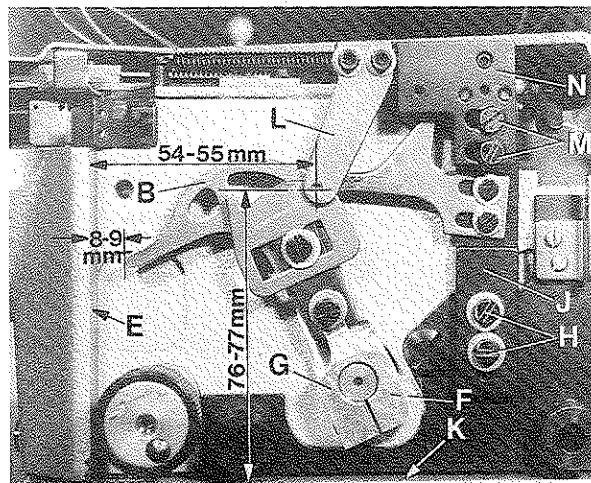

Fig.21
- Turn handwheel until the take-up cams (B, Fig. 21) are at their extreme position to the left. In this position, the distance between the tips of the take-up cams (B) and the edge (E) of the bed casting should be 8 to 9 mm (5/16 to 23/64 in.) (see Fig. 21). For setting loosen screw (F) and adjust rocker (G) accordingly. Retighten screw (F).
- Loosen the two screws (H, Fig. 21) and set the cast-off bracket (J) so that the distance between top surface (K) of the bed base plate and the center of the eyelet in thread guide (L) is 76 to 77 mm (3 to 3 1/32 in.) (see Fig. 21). Retighten screws (H).
- Loosen the two screws (M, Fig. 21) and move thread guide holder (N) to the right or left until the distance between edge (E) of bed casting and the center of the eyelet in thread guide (L) is 54 to 55 mm (2 1/8 to 2 11/64 in.) (see Fig. 21). Retighten screws (M).
- Drehen Sie am Handrad bis die Abzugskurven (B, Fig. 21) in ihrer linken Endstellung sind. In dieser Stellung soll zwischen den Spitzen der Abzugskurven (B) und der Kante (E) am Gehäuseguß ein Abstand von 8 bis 9 mm sein (siehe Fig. 21). Lösen Sie zur Einstellung die Schraube (F) und justieren Sie den Schwinghebel (G) entsprechend. Ziehen Sie die Schraube (F) wieder an.
- Lösen Sie die beiden Schrauben (H, Fig. 21) und stellen Sie den Halter für Abzug (J) so, daß zwischen Oberfläche (K) der Gehäuse-Grundplatte und Mitte Öse der Fadenführung (L) ein Abstand von 76 bis 77 mm ist (siehe Fig. 21). Ziehen Sie die Schrauben (H) wieder an.
- Lösen Sie die beiden Schrauben (M, Fig. 21) und schieben Sie den Halter für Fadenführungen (N) nach rechts oder links bis der Abstand zwischen der Kante (E) am Gehäuseguß und Mitte Öse der Fadenführung (L) ein Abstand von 54 bis 55 mm ist (siehe Fig. 21). Ziehen Sie die Schrauben (M) wieder an.